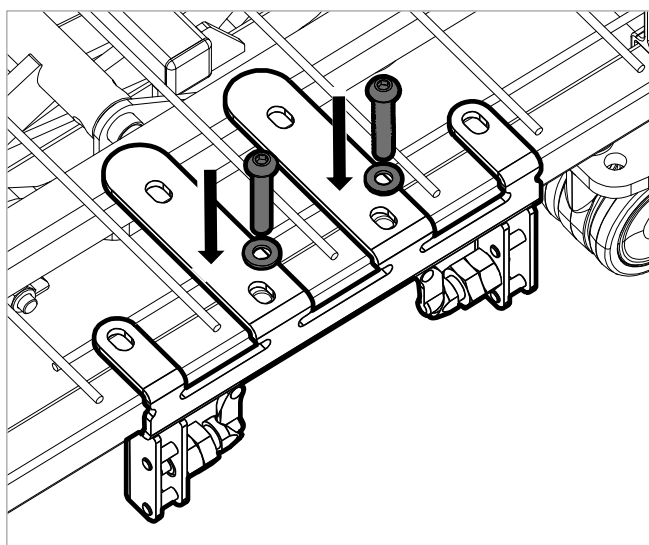

Figure 6.4
3. Introduisez deux des boulons M8 x 45 mm et des rondelles dans les trous du support de montage de la barre d'assistance à levier, comme indiqué en Figure 6.4. Les boulons doivent passer à travers les trous du dossier dans la plaque inférieure du support de montage.
8. Introduisez deux des boulons M8 x 45 mm et des rondelles dans les trous du support de montage de la barre d'assistance à levier, comme indiqué sur la Figure 6.4. Les boulons doivent passer à travers les trous du dossier dans la plaque inférieure du support de montage.